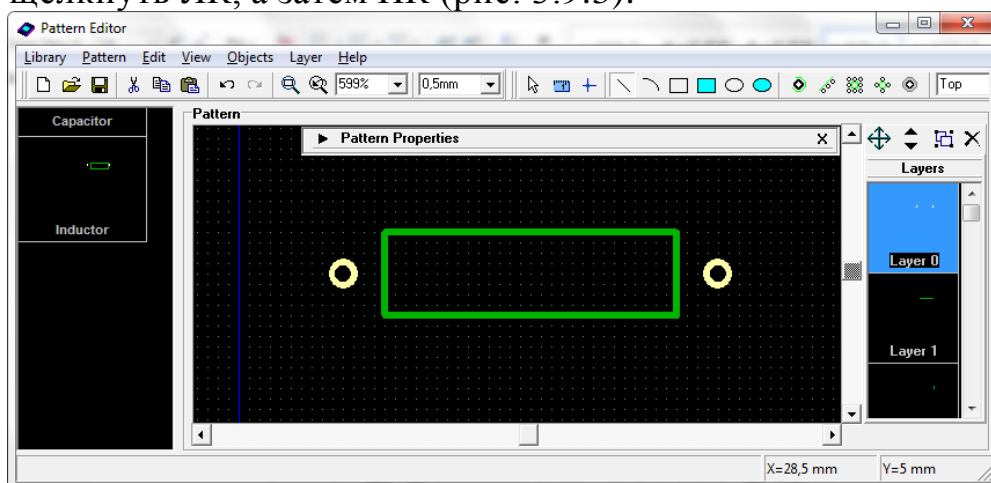

Рис. 3.9.3
5) Начертить прямоугольный контур микросхемы. Для этого выполнить команду **Line**. Поставить курсор в 1-ю точку (7; 8) и щелкнуть ЛК. Переместить курсор во 2-ю точку (21; 8), щелкнуть ЛК. Установить курсор в 3-ю точку (21; 12), щелкнуть ЛК. Переместить курсор в 4-ю точку (7; 12) и щелкнуть ЛК. Наконец, вновь переместив курсор в 1-ю точку (7; 8), щелкнуть ЛК, а затем ПК (рис. 3.9.3).